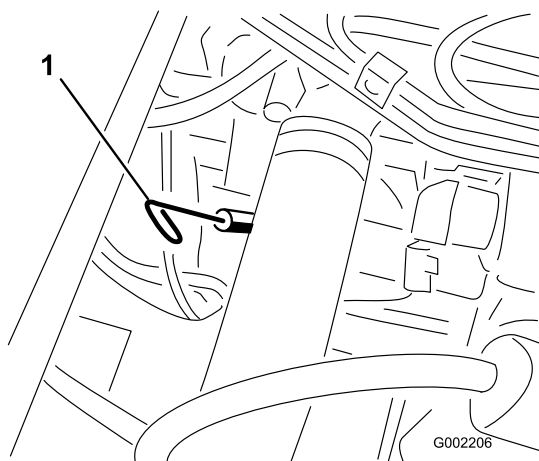

Рисунок 18
2. Извлеките масломерный щуп, расположенный под сиденьем пассажира, и протрите его чистой ветошью (Рисунок 18).